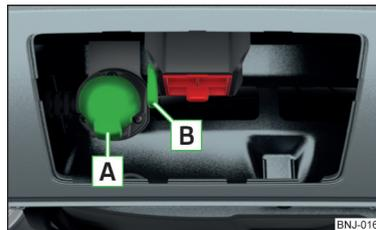

Abb. 162
- Den Stecker des Anhängerkabels in die 13-polige Steckdose **[A]** » Abb. 162 einstecken.